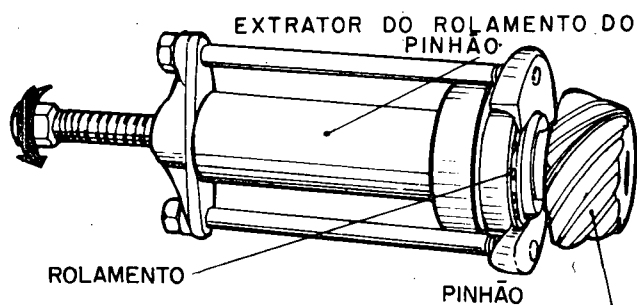

Fig. 4
- d Retire o rolamento do pinhão usando extrator (fig. 4).